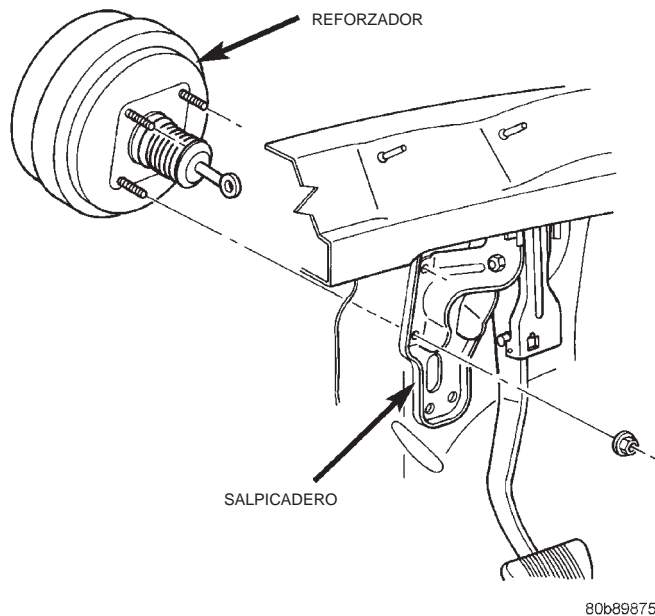

Fig. 22 Instalación del reforzador del servofreno
(4) Retire las cuatro tuercas (Fig. 22) que fijan el reforzador al salpicadero.
(5) En el compartimiento del motor, deslice hacia adelante el reforzador, inclínelo ligeramente hacia arriba y retírelo del compartimiento del motor.